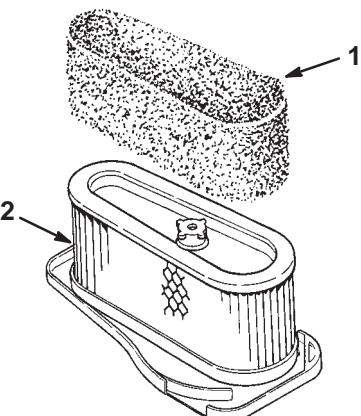

Bild 21
9. Schieben Sie den Schaumeinsatz vorsichtig vom Papiereinsatz herunter (Bild 21).
1. Schieben Sie den Schaumeinsatz vorsichtig auf den Papiereinsatz des Luftfilters (Bild 21).